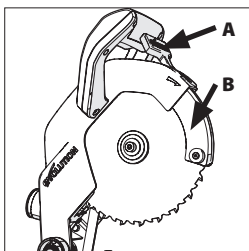
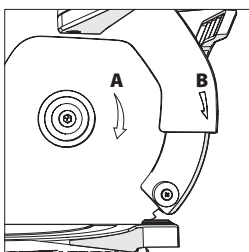

Abb. 28
Abb. 29
- Der sägeblattinterne Flansch sollte nicht entfernt werden. Wenn er jedoch zum Zwecke einer Reinigung entfernt wird, muss er mit der gleichen Ausrichtung wieder eingesetzt werden, in der er aus der Maschine entfernt wurde. Drücken Sie zum Einsetzen des Sägeblattes auf den Auslöser des unteren Messerschutzes (A), drehen Sie den unteren Messerschutz (B) nach oben in den oberen Messerschutz und halten Sie den unteren Messerschutz in dieser Position.
(Abb. 28) Setzen Sie das neue Sägeblatt auf den inneren Flansch und vergewissern Sie sich, dass es korrekt auf der Flanschschulter sitzt. Führen Sie anschließend den unteren Messerschutz langsam wieder in seine ursprüngliche geschlossene Position zurück. Stellen Sie sicher, dass der Richtungspfeil auf dem Sägeblatt (A) mit dem in den Uhrzeigersinn zeigenden Pfeil auf dem oberen Messerschutz (B) übereinstimmt. **(Abb. 29)**